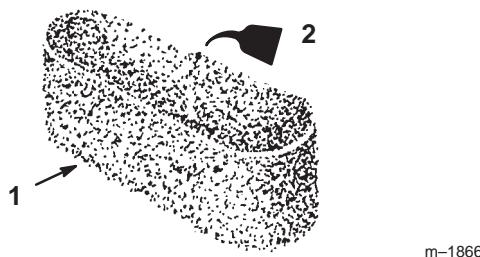

Bild 21
- C. Gießen Sie etwas Öl auf den Einsatz (Bild 21). Drücken Sie den Einsatz, um das Öl zu verteilen.